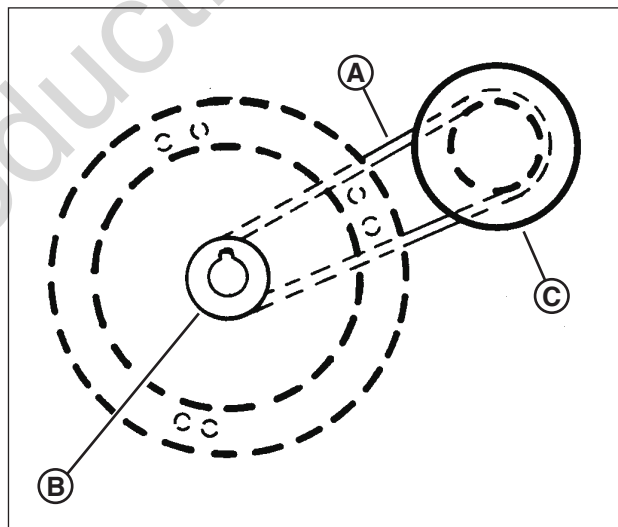

Figure 32: Parcours de la courroie d'entraînement du moteur
Sur les modèles autopropulsés, la courroie moteur (**A, Figure 32**) transmet la puissance de la poulie du moteur (**B**) au disque d'entraînement (**C**). Le disque d'entraînement alimente la courroie en V laquelle engage la transmission qui alimente les roues arrière. Si ces courroies s'usent, elles peuvent glisser et affecter la performance de la tondeuse. L'état de la courroie moteur ainsi que la courroie en V doit être vérifié toutes les 25 heures d'utilisation de la tondeuse.
2. Remarquez le parcours de la courroie (**Figure 32**). Il n'y a pas de galet tendeur sur ces modèles.